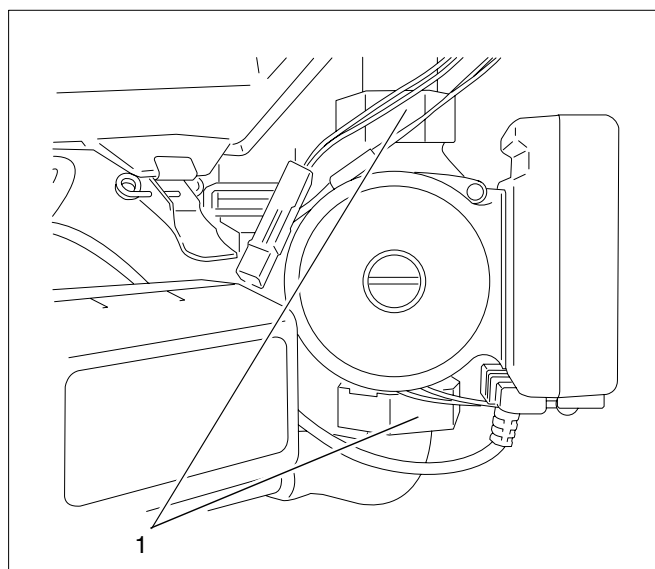

Fig. 21 Înlocuirea pompei de recirculație
- Desfaceți șuruburile de la pompa de recirculație și îndepărtați-o (vezi Fig. 21, poz. 1).